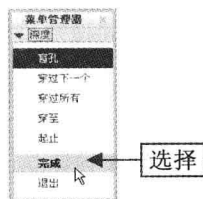

图 8-66 选择“完成”选项 4
Step 10 单击“关闭”面板中的“确定”按钮✓，完成截面绘制并退出草绘环境，弹出“深度”菜单管理器，选择“完成”选项，如图 8-66 所示。